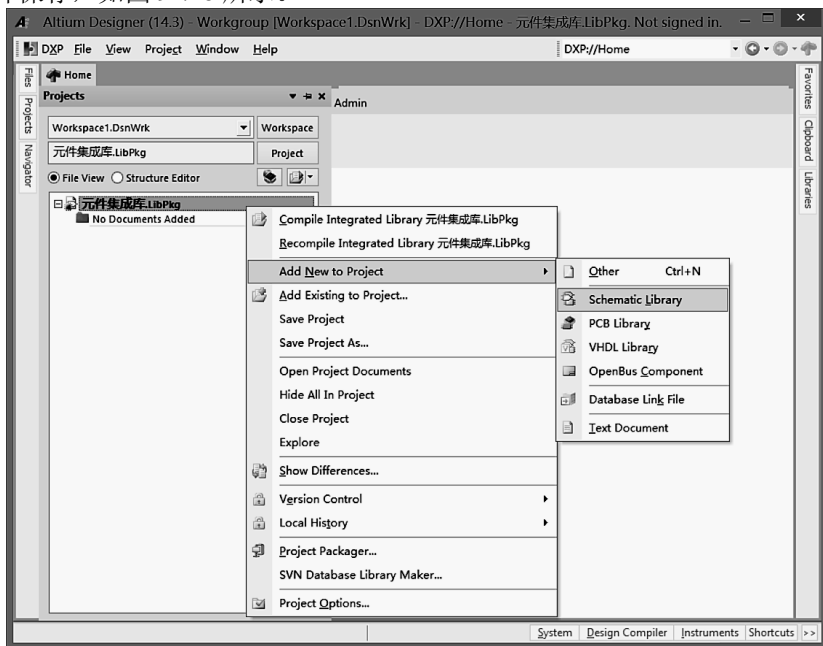
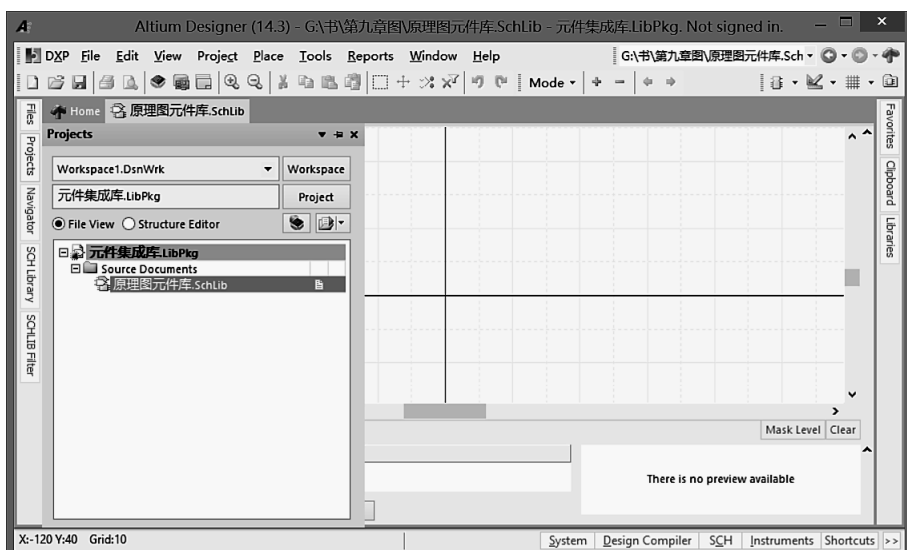

图 9-7-7 右击工程文件“元件集成库.LibPkg”
图 9-7-8 集成库工程添加原理图库后
(2) 为库文件包添加原理图库并在原理图库中建立一个原理图元器件。
① 在 Projects 标签中，右击工程文件“元件集成库.LibPkg”，如图 9-7-7 所示，在弹出的快捷菜单中选择 Add New to Project→Schematic Library，增加原理图库，命名为“原理图元件库.SchLib”并保存，如图 9-7-8 所示。